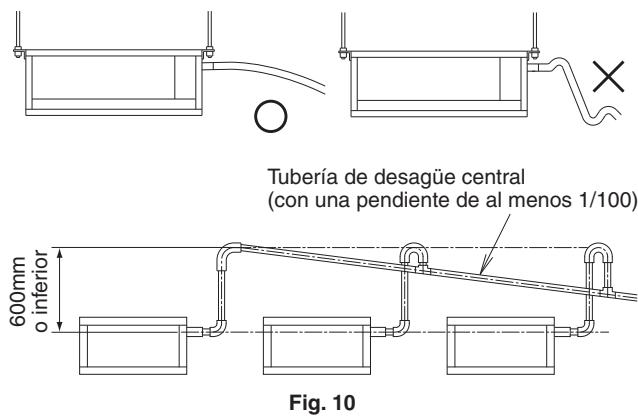

Fig. 10
(1) Instale la tubería de desagüe.
- Mantenga la tubería de drenaje corta e inclinada hacia abajo, a un gradiente mínimo de 1/100, para evitar la formación de bolsas de aire. (**Refiérase a la Fig. 10**)